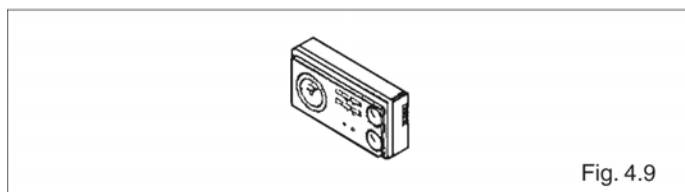

Fig. 4.9
- при размыкании и последующем замыкании контакта регулятора комнатной температуры и/или программируемого таймера (рис. 4.9).